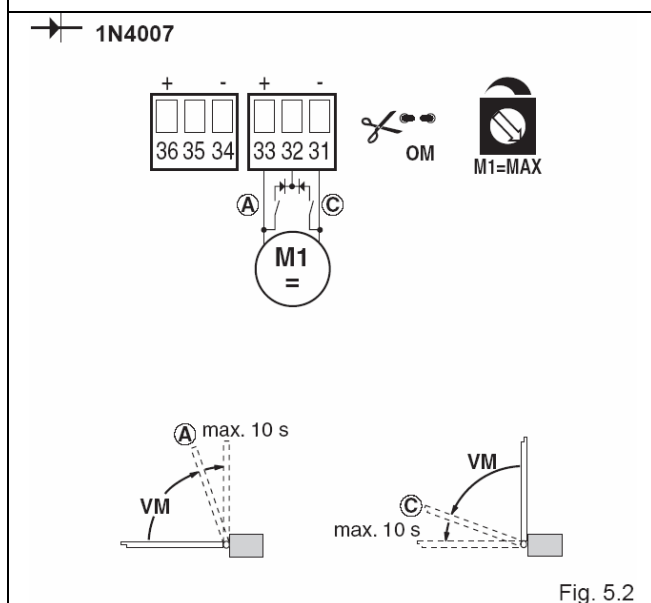

Fig. 5.2
- (Fig 5.2) **Lassító végállás kapcsolókkal történő alkalmazás**